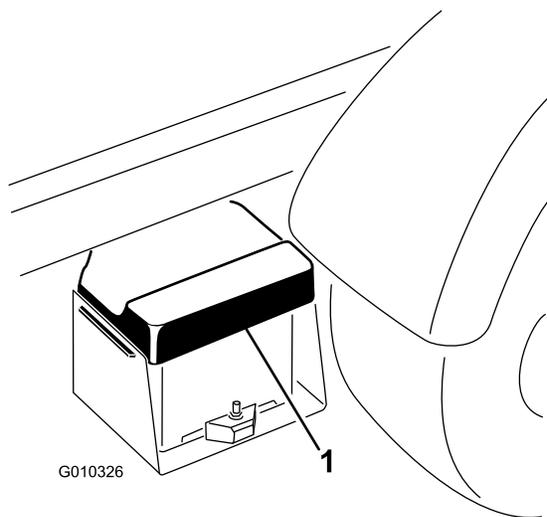

Рисунок 42
1. Сожмите крышку аккумулятора, чтобы высвободить лапки из основания аккумулятора, и снимите крышку с основания аккумулятора (Рисунок 42).